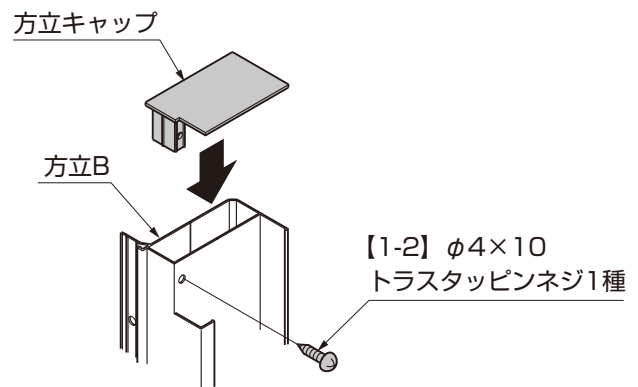

図4-10
- ②方立キャップを方立Bに【1-2】で取付けてください。(図4-10参照)